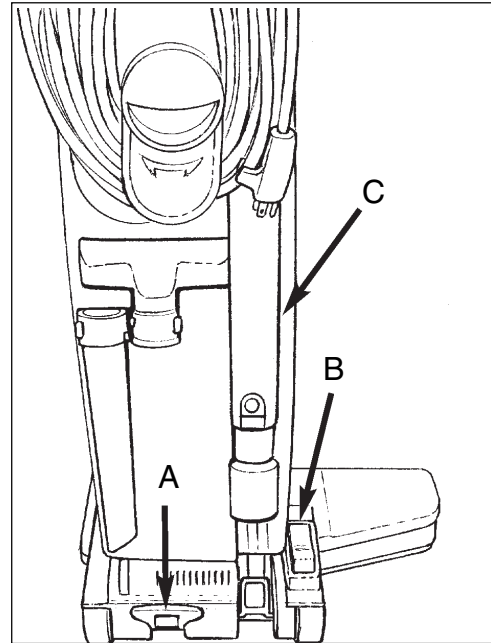

Figura 8
**Pedal de liberación de la empuñadura** (consulte la figura 8, ítem "B")
**Ajuste de altura** (consulte la figura 8, ítem "B")
**Varilla** (consulte la figura 8, ítem "C")
4. Presione el pedal de liberación de la empuñadura (consulte la figura 8, ítem A).